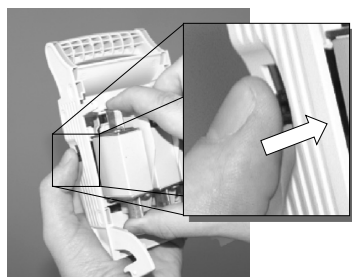
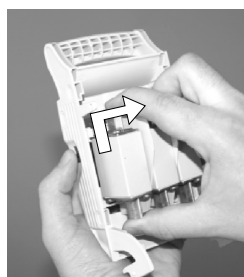

Figura 19
Figura 20
- Presione el botón de liberación de intertrabado de los eslabones-fusibles (Figura 19) e inmediatamente empuje y retire un eslabón-fusible de un portafusible (Figura 20).
- Presione el botón de liberación de intertrabado de los eslabones-fusibles (de acuerdo con el capítulo 4.2.) (Figura 19, 20);